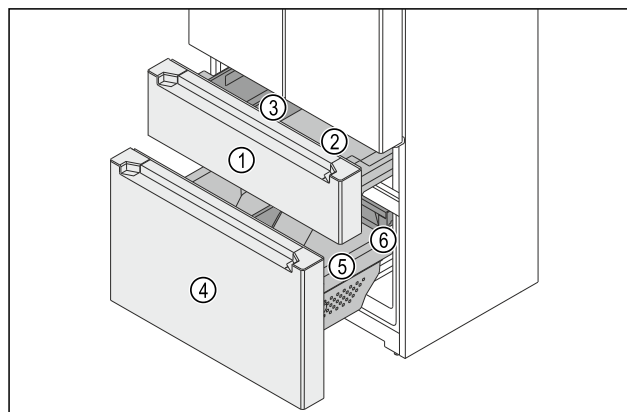

Fig. 147 Vyťahovací vozík mrazničky
- (1) Horný vyťahovací vozík
- (2) Nádoba
- (3) FlexBox
- (4) Dolný vyťahovací vozík
- (5) Nádoba
- (6) Zásuvka
Mraznička pozostáva z dvoch vyťahovacích vozíkov. V hornom vyťahovacom vozíku Fig. 147 (1) je jedna nádoba Fig. 147 (2) a jeden FlexBox Fig. 147 (3). V dolnom vyťahovacom vozíku Fig. 147 (4) je jedna veľká nádoba Fig. 147 (5) a jedna zásuvka Fig. 147 (6). Na účely čistenia môžete vybrať nádoby v hornom a dolnom vyťahovacom vozíku.